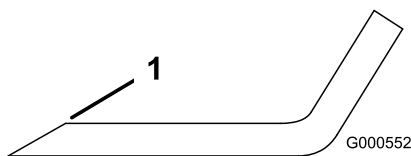

Figura 58
- Utilize uma lima para afiar aresta de corte em ambas as extremidades da lâmina (Figura 58).
Nota: Se lâmina não estiver equilibrada, lime algum metal da extremidade da aba apenas (Figura 58).